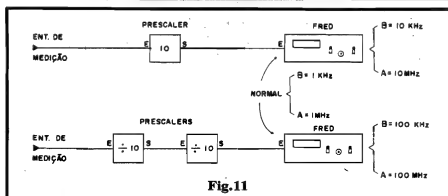

Fig. 11
**- FIG. 11 - AMPLIANDO AS FAIXAS (FUNDOS DE ESCALA) - DO FRED** - As duas faixas de medição (Até 1 KHz e até 1 MHz) são práticas e muito utilizáveis, porém quem pretende lidar com modernos equipamentos de computação, ou mesmo com circuitos de RF que trabalhem originalmente em Ondas Curtas, na faixa comercial de FM ou nas Frequências de transmissão da TV comercial (VHF), precisará, no futuro, de maiores alcances... Isso pode ser obtido pela simples inserção de módulos chamados de **prescalers** à entrada do FRED... Normalmente, tais módulos (VOLTAREMOS AO ASSUNTO, em termos práticos, no futuro, aqui mesmo em APE...) aceitam bem Frequências relativamente elevadas, efetuando uma prévia **divisão por 10**, com o que os fundos de escala do Frequencímetro acoplado sofrem uma imediata **multiplicação por 10**. Assim, conforme vemos nos diagramas da figura, se um **prescaler** divisor por 10 for intercalado, as faixas do FRED se ampliarão respectivamente para 10 KHz e 10 MHz! Já se **dois prescalers** forem "enfileirados" à Entrada do FRED, suas duas faixas se ampliarão para os consideráveis valores de 100 KHz e 100 MHz! Muitas Lojas de Eletrônica, ou fornecedores de componentes mais especializados, têm à venda ou **prescalers** já prontos, ou os res-